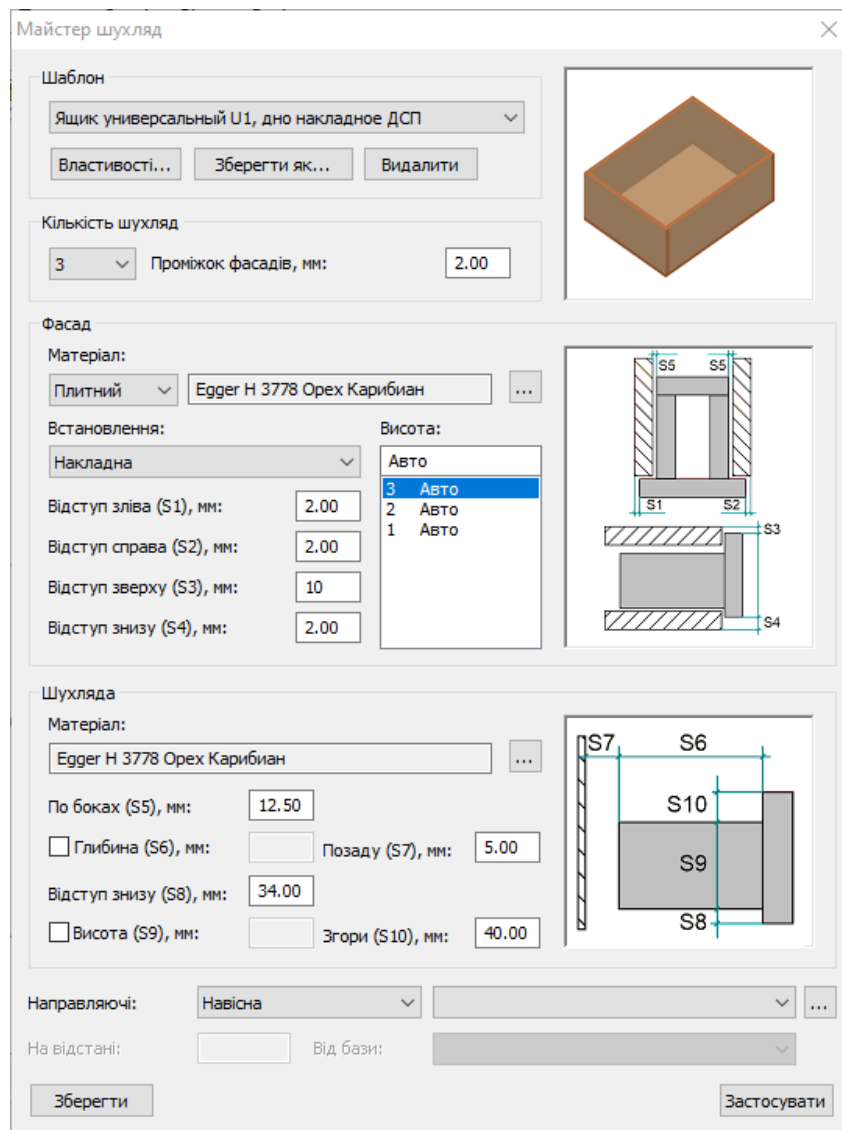

Рис. 3.5. Встановлення параметрів шухляд
7. В діалоговому вікні «Майстер шухляд» задати параметри згідно зі зразком і натиснути «Застосувати» та закрити діалогове вікно (рис. 3.5).